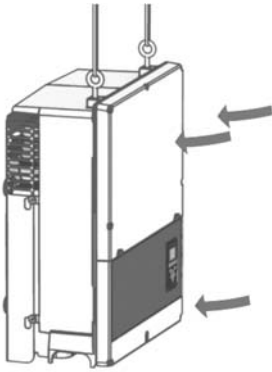
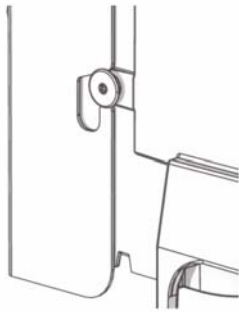

Figure 2.13 : Faire glisser les vis dans les fentes
Figure 2.14 : Vue détaillée du glissement des vis dans la fente
3. Poussez l'onduleur comme indiqué afin que les vis latérales glissent dans les deux fentes inférieures et les deux fentes supérieures. Voir la figure 2.13 et la figure 2.14.